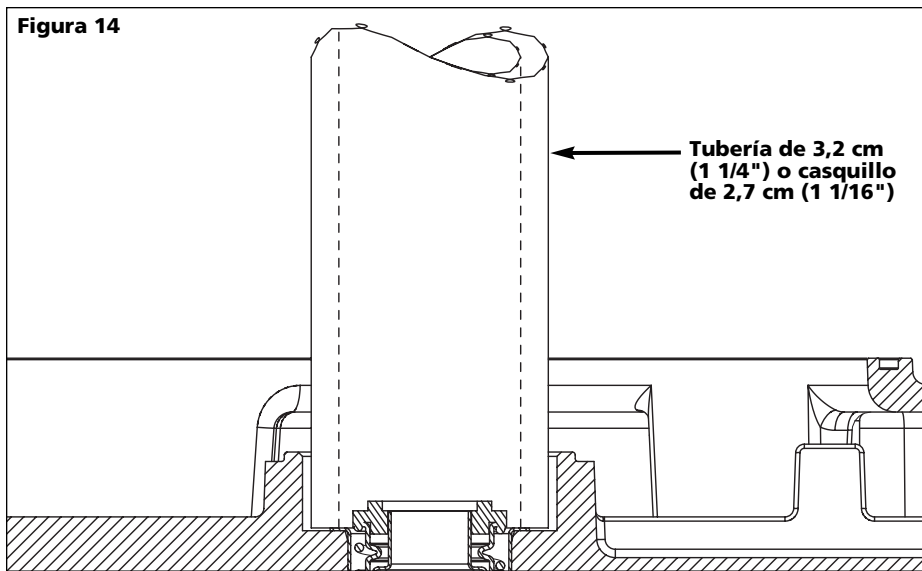

Figura 14
2. Para volver a colocar la cabeza del sello en el cuerpo de la bomba, coloque el cuerpo de la bomba con el lado del motor hacia abajo sobre una superficie sólida. Coloque a presión el sello dentro del orificio con una sección de tubería ID de 3,2 cm (1 1/4") o un casquillo de 2,7 cm (1 1/16"). No presione en la parte de carbón ya que se daña fácilmente (Vea la Figura 14).